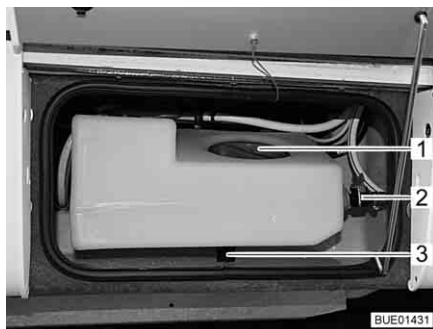
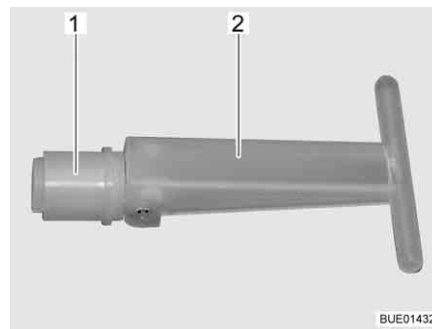

Fig. 199 Serbatoio dell'acqua aggiuntivo
Fig. 200 Tappo di chiusura
Quando la valvola di svuotamento (Fig. 199,2) è aperta, la capienza del serbatoio dell'acqua aggiuntivo è limitata a circa 30 l; l'acqua in eccesso defluisce. Quando la valvola di svuotamento è chiusa, è disponibile l'intero volume del serbatoio.
Quando si toglie il tappo di chiusura (Fig. 200,1) all'interno del serbatoio dell'acqua aggiuntivo, l'acqua defluisce attraverso lo scarico (Fig. 199,3). Il tappo di chiusura si raggiunge attraverso l'apertura di servizio (Fig. 199,1).
- Assicurarsi che il tappo di chiusura (Fig. 200,1) del serbatoio dell'acqua aggiuntivo sia chiuso (impugnatura (Fig. 200,2) girata).
- Assicurarsi che la valvola di svuotamento (Fig. 199,2) sia chiusa.
- Aprire l'apertura di servizio (Fig. 199,1) del serbatoio dell'acqua aggiuntivo.
- Attraverso l'apertura di servizio, portare in posizione verticale l'impugnatura (Fig. 200,2) del tappo di chiusura (Fig. 200,1) e sfilare il tappo.
- Aprire la valvola di svuotamento (Fig. 199,2) sul serbatoio dell'acqua aggiuntivo.